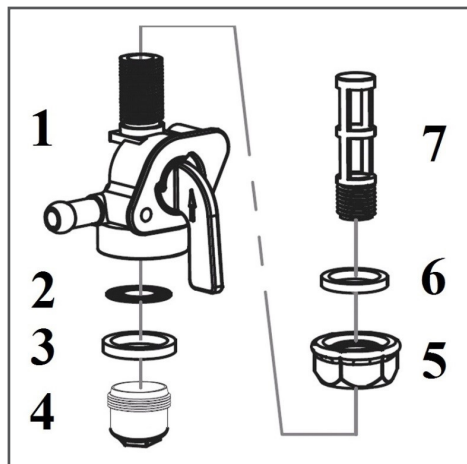

Рис. 21 Устройство топливного крана
- Ослабьте на 1 оборот затяжку контргайки 5, после чего выкрутите из топливного бака топливный кран в сборе (Рис. 21).
- Извлеките из корпуса 1 топливного крана уплотнительное кольцо 3 и элемент 2 фильтрующий сетчатый плоский (Рис. 21).
- Выкрутите из корпуса топливного крана элемент 7 фильтрующий сетчатый трубчатый (Рис. 21).